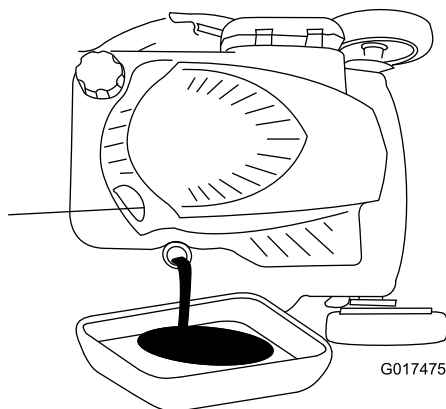

Figura 32
4. Ponga la máquina de lado (con el filtro de aire hacia arriba) para drenar el aceite usado del tubo de llenado de aceite (Figura 32).